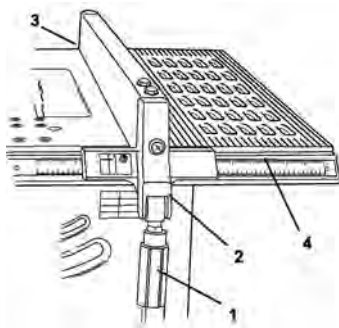

fig. 4 - instalación y fijación de la guía de corte
Para poner la guía de corte en la mesa de la máquina, levante la empuñadura (1) y encaje primero el acoplamiento de la parte trasera (3) y después la parte de la empuñadura (1). Utilice el visor y la escala de la máquina (4) para encontrar el ancho del corte deseado, para trabar la guía mueva la empuñadura (1) para abajo conforme fig. 4, para soltar mueva la empuñadura (1) para arriba.